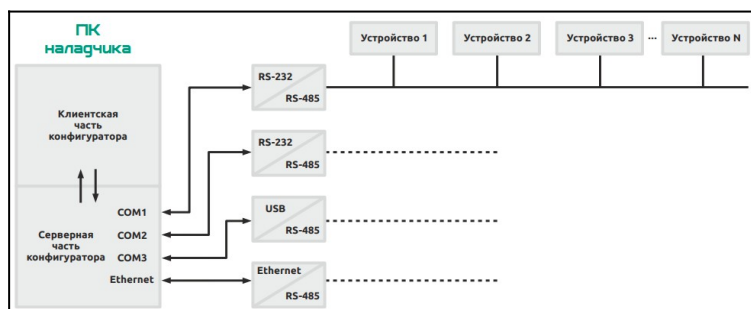

Рисунок 1
1. проводить настройку устройств по месту на локальном ПК (*Рисунок 1*);
При работе клиента и сервера конфигуратора в локальном режиме (Рисунок 1), необходимо выбрать пункт *Локальный* и нажать кнопку *Применить*. В этом случае адресом сети автоматически становится адрес localhost, что позволяет осуществлять связь между клиентом и сервером конфигуратора без использования какого-либо сетевого оборудования (сетевых карт, маршрутизаторов и т.д.). Данный режим работы эквивалентен работе при запуске конфигуратора файлом *ConfiguratorStarter.exe* и для его работы права администратора не требуются.